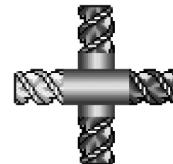

图 2-29 定义刀具方向
6) 打开刀具#1 对话框。第一个操作是在工件上钻中心孔，所以刀具在图 2-29 中的方向，是沿着 Z 轴接近，刀具的方向设定如图 2-29 所示。刀具方向是沿着 Z 轴正向接近端面操作的方向。